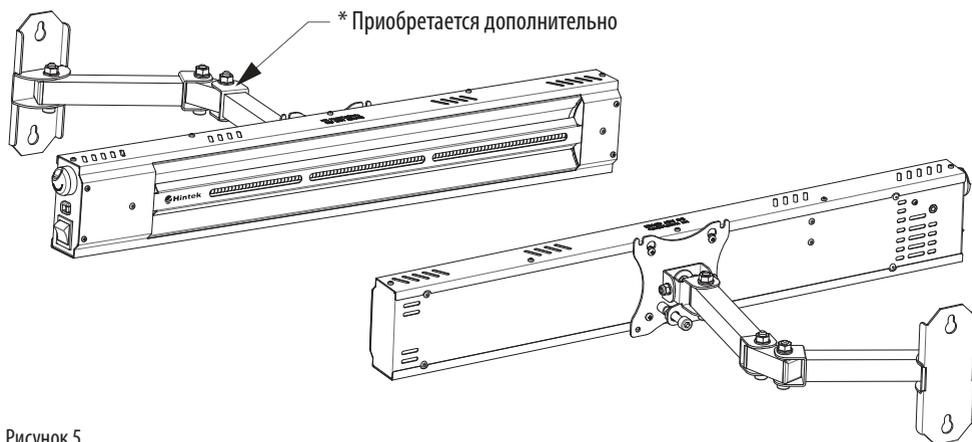

Рисунок 5.
5.2. На задней панели корпуса имеются резьбовые заклепки (10), позволяющие закрепить обогреватель на кронштейне для монтажа на стену. Кронштейн позволяет регулировать угол наклона обогревателя. Вы можете закрепить кронштейн из комплекта поставки или кронштейн с системой VESA MIS-D 75 (см. рис. 5) (приобретается дополнительно). Схема сборки кронштейна из комплекта поставки приведена на рис. 4.